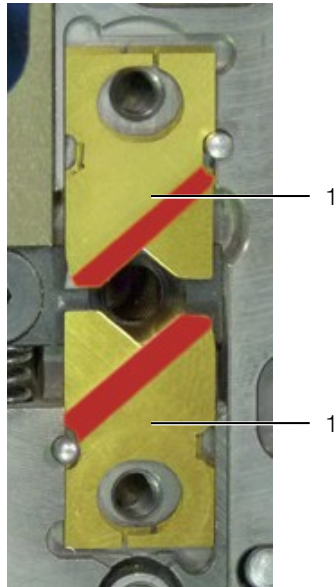

Abb. 26: Klingen einsetzen
- Entfernen Sie beide Exzenter (Abb. 26, Pos. 1) (Innensechskantschlüssel 2,5 mm).
- Lösen Sie die Befestigungsschrauben (Abb. 26, Pos. 2) (Innensechskantschlüssel 2,0 mm) und entfernen Sie die Abdeckung.